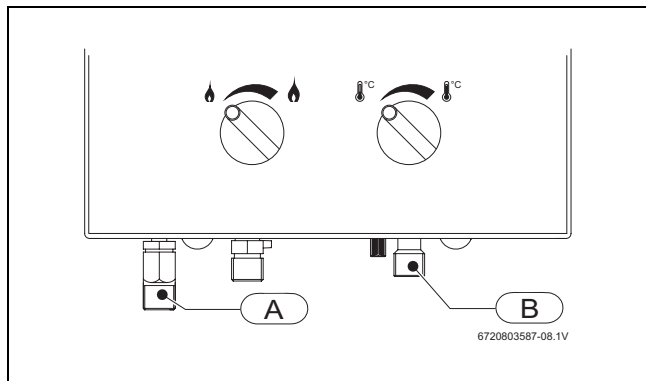

Fig. 15 Ligação da água
- Identificar a tubulação de água fria (→ Fig. 15 , [B]) e de água quente (→ Fig. 15 , [A]), de forma a evitar uma possível troca.